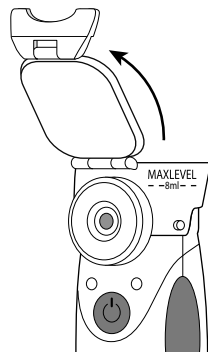

Рис.5
2. Откройте крышку ингаляционной камеры, подняв защелку (рис.5). Залейте лекарственный раствор в отсек для лекарств (рис.6). Максимальная емкость отсека для лекарств – 8 мл (до отметки MAXLEVEL), минимальная – 0,5 мл.